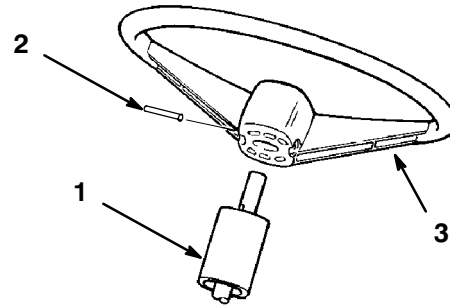

Bild 3
3. Sichern Sie das Lenkrad mit dem Rollstift an der Lenksäule ab (Bild 3).